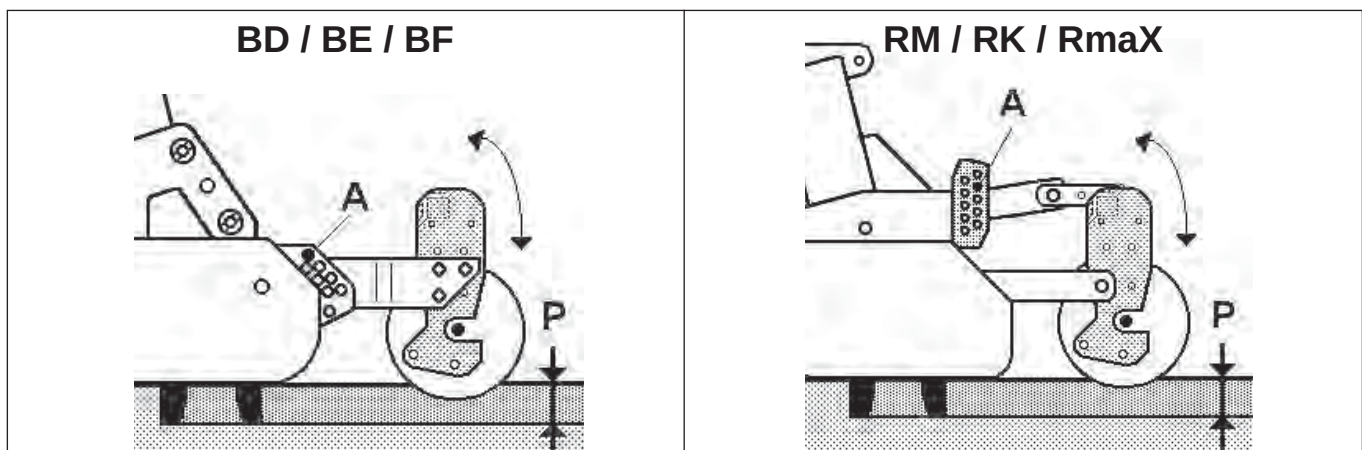

Fig. 27
La regulación de la profundidad de trabajo **P** (Fig. 27) de la máquina está determi-
(Fig. 27) della macchina viene determinata dalla posizione del rullo livellatore rispetto all'estremità inferiore dei denti.
*Le réglage de la profondeur de travail **P** (Fig. 27) de la machine est déterminé par la position du rouleau de nivellement par rapport à l'extrémité inférieure des lames.*
Die Einregulierung der Arbeitstiefe **P** (Fig. 27) der Maschine hängt von der Stellung der Nivellierungswalze in bezug auf die untere Extremität der Sägeblätter ab. Je größer die Entfernung **P** zwischen den Spitzen der Sägeblätter und dem unteren Teil der Nivellierungswalze ist, desto länger die Arbeitstiefe.
The depth working adjustment **P** (Fig. 27) of the machine is determined by the position of the levelling roller in relation to the lower edge of the blades.